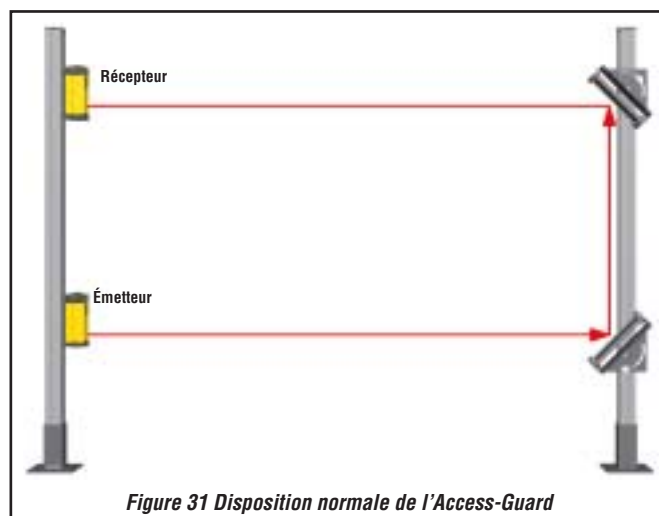

Figure 31 Disposition normale de l'Access-Guard
- 2) Avec les équerres de fixation fournies, monter l'émetteur et le récepteur sur un poteau et monter les miroirs SSM-100 fournis (avec les équerres à 45° incluses) sur l'autre poteau (Figure 31 en page 35).